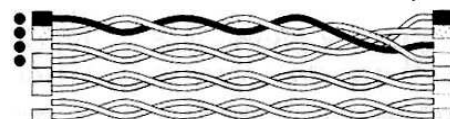

Рис.2
3. «MISWIRE (ошибочное подключение)»: индикация несоответствия назначения контактов одной пары проводов для схемы тестирования (см. рис. 2).